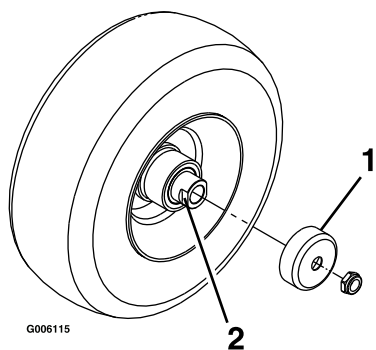

Figura 33
3. Retire los protectores de los retenes del cubo de la rueda (Figura 33).